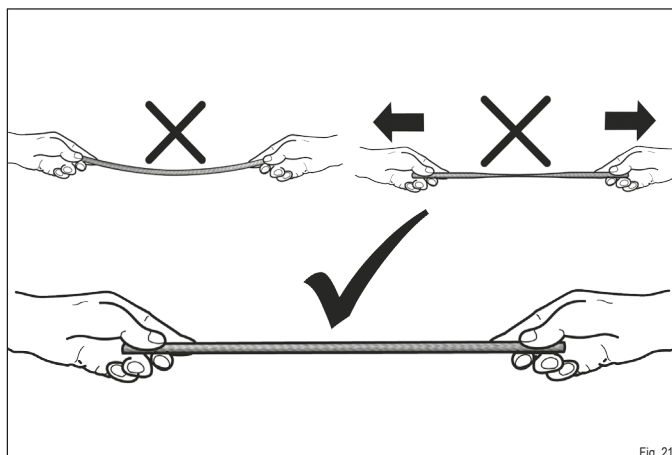

Fig. 21
- ▶ Lors de l'installation du joint, veillez à ce qu'il ne soit pas étiré pas et soit légèrement comprimé (Fig. 21).